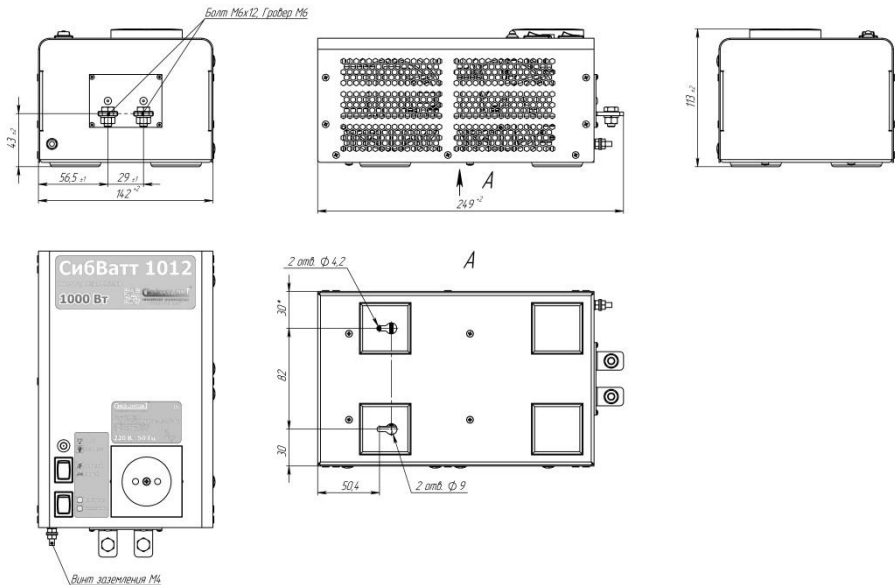

Рисунок 1. Внешний вид инвертора СиБВатт 1012/ СиБВатт 1024
5.3 На лицевой панели инвертора расположены (см. Рис.1):